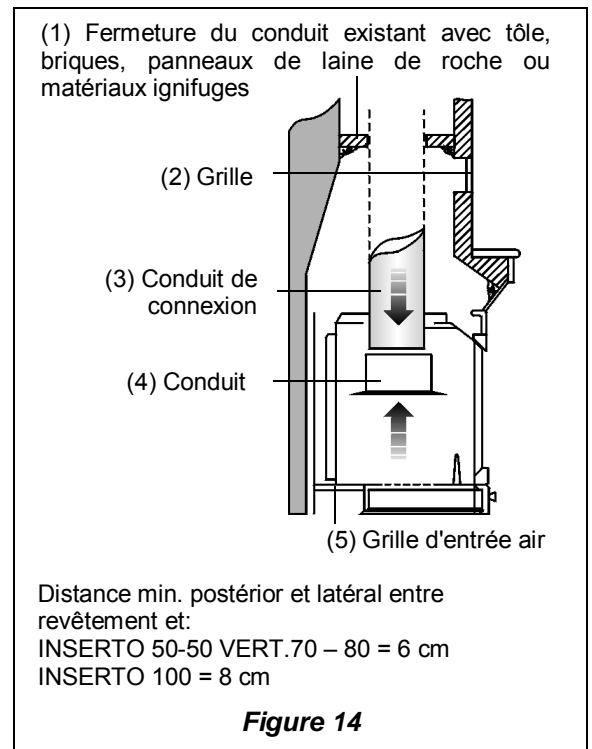

Figure 14
- laisser toujours **le minimum** de vide d'air indiqué entre l'insert et les parois, selon les différents modèles (v Figure 14 - Figure 15)
**IMPORTANT: Avec l'emploi de tuyaux métalliques il est indispensable qu'ils soient isolés avec matériaux appropriés (revêtements en fibre isolante) dans le but d'éviter détériorations des maçonneries ou de la contre-hotte (v. Figure 14 ).**